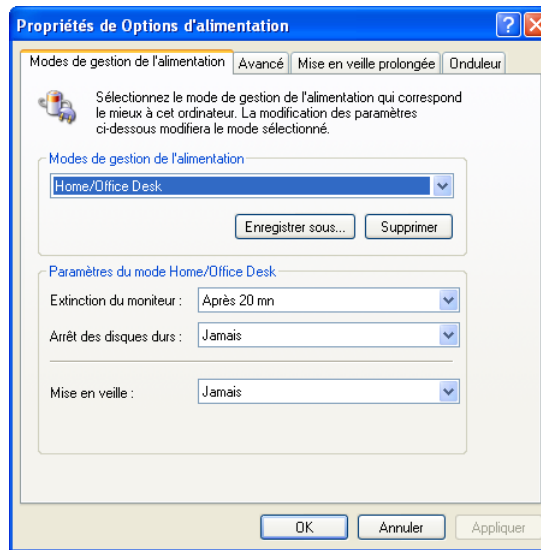

Figure 1-9 Configuration des options d'alimentation dans Windows XP
- ◆ Pour Windows XP, dans la barre de tâche de Windows, sélectionnez **Start > Control Panel > Power Options**, et puis sélectionnez **Never** pour les paramètres **System standby** et **System hibernates** (voir la Figure 1-9 à la page 32).